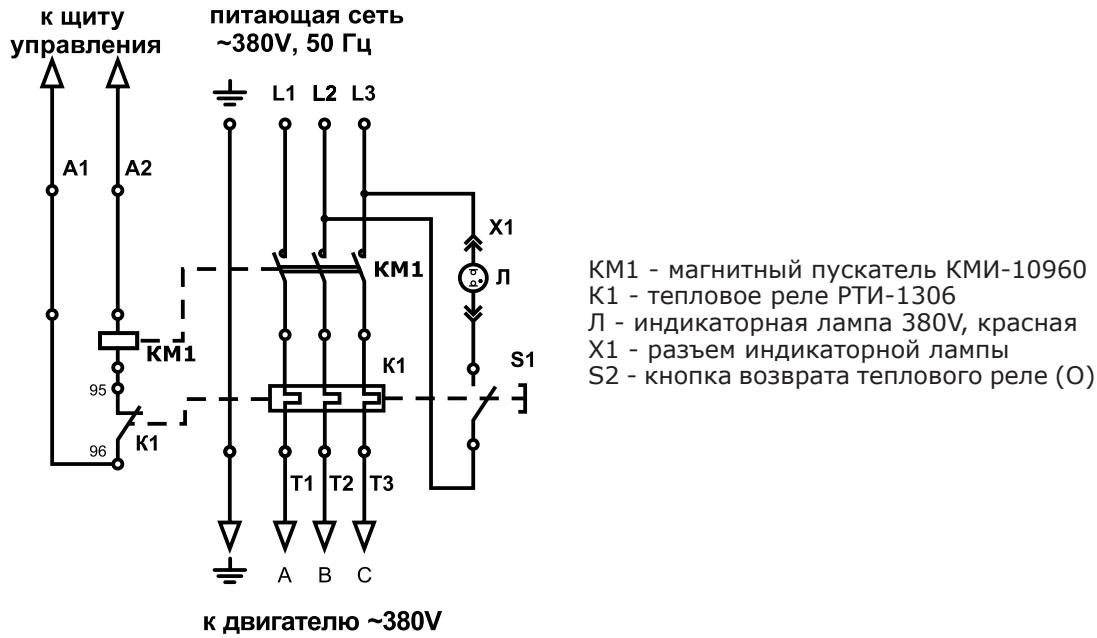

Рис.20 Схема подключения щита управления золоудалением
- 2.8. Подключить шнур от щита управления золоудалением (поз.10) к двигателю мотор-редуктора согласно монтажной схемы Рис.20. Провод заземления подключить к колодке заземления внутри щита управления.